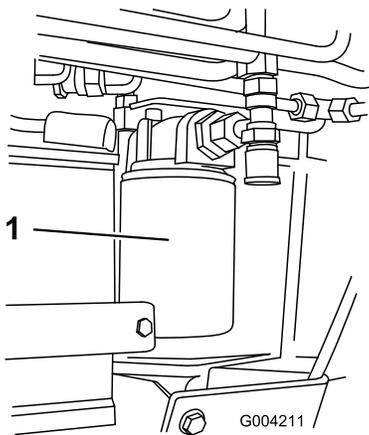

Рисунок 58
4. Поместите под крышку сливной поддон (Рисунок 58).
5. Снимите старый фильтр (Рисунок 58) и начисто протрите поверхность прокладки переходника фильтра.
7. Установите новый гидравлический фильтр в переходник фильтра (Рисунок 58). Поверните гидравлический фильтр по часовой стрелке так, чтобы резиновая прокладка соприкоснулась с переходником фильтра, после этого затяните фильтр, повернув его еще на 3/4 оборота.